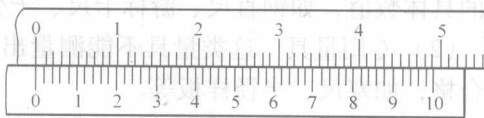

图 2-6 游标卡尺的刻线原理
(1) 刻线原理 游标读数值为 0.02mm 的游标卡尺 (图 2-6), 尺身 1 格为 1mm, 当两测量爪并拢时, 尺身上的 49mm 正好对准游标上的 50 格。则游标每 1 格的值为:  $49\text{mm} \div 50 = 0.98\text{mm}$ , 尺身与游标每 1 格相差的值为:  $1\text{mm} - 0.98\text{mm} = 0.02\text{mm}$ 。